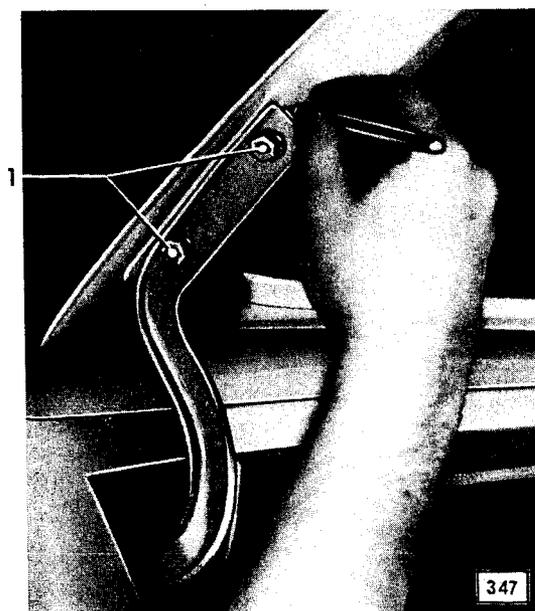

Bild 160 - Lage des Laderaumtürscharniers an Laderaumtür markieren
1. Damit die Laderaumtür beim Wiedereinbau nicht neu ausgerichtet zu werden braucht, vor dem Ausbau Lage der Laderaumtürscharniere mit einem weichen Bleistift markieren (Bild 160).